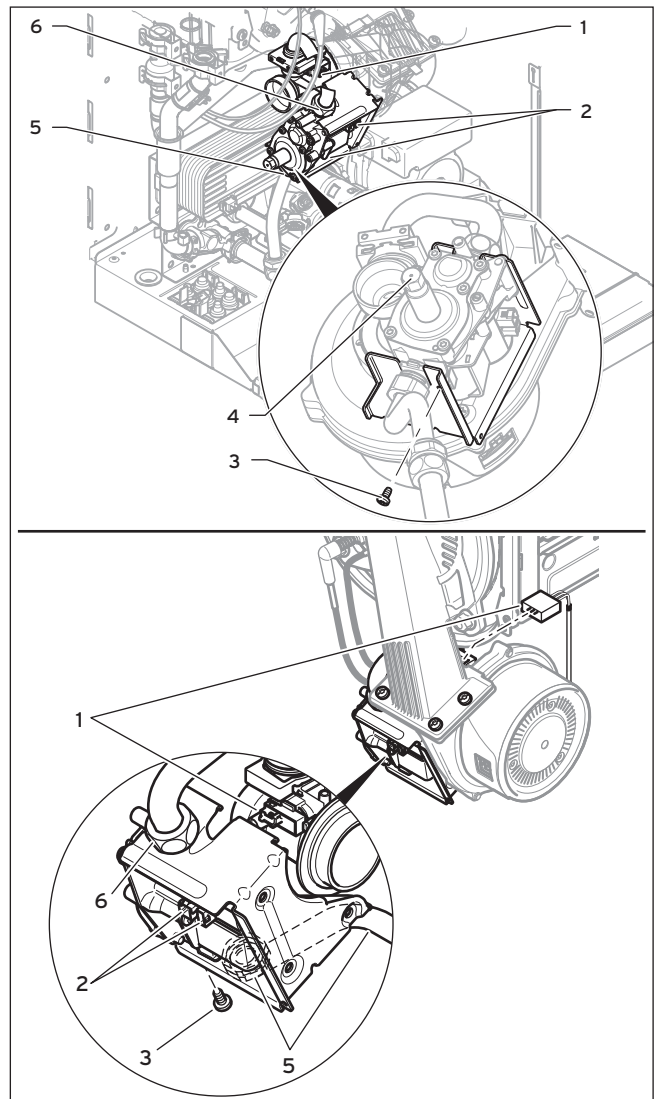

Abb. 2.3 Gasarmatur austauschen
In Heizgeräten der Gruppe 2 sind für Erdgasbetrieb Gasarmaturen ohne Gasdruckregler (4, Abb. 2.3) eingebaut. Für den Betrieb mit Flüssiggas müssen Gasarmaturen mit Gasdruckregler eingebaut werden.
- Ziehen Sie die drei Stecker von der Gasarmatur (2, Abb. 2.3) ab.
- Ziehen Sie den Stecker am Sensor des Venturis (1) ab, indem Sie die Rastnase eindrücken.
- Schrauben Sie die beiden Überwurfmutter (6) und (5) an der Gasarmatur los. Halten Sie beim Losschrauben mit einem Gabelschlüssel an der Gegenseite der Gasarmatur (5) bzw. (6) gegen.
- Bauen Sie entweder die Einheit Gebläse mit Gasarmatur aus oder drehen Sie mit Hilfe eines Winkelschraubendrehers oder einer Stecknuss Torx T20 die Befestigungsschraube der Gasarmatur (3) aus dem Halter heraus.
- Sprühen Sie kein Lecksuchspray auf die Abdeckkappe (2, Abb. 2.3) am Filter des Venturis.